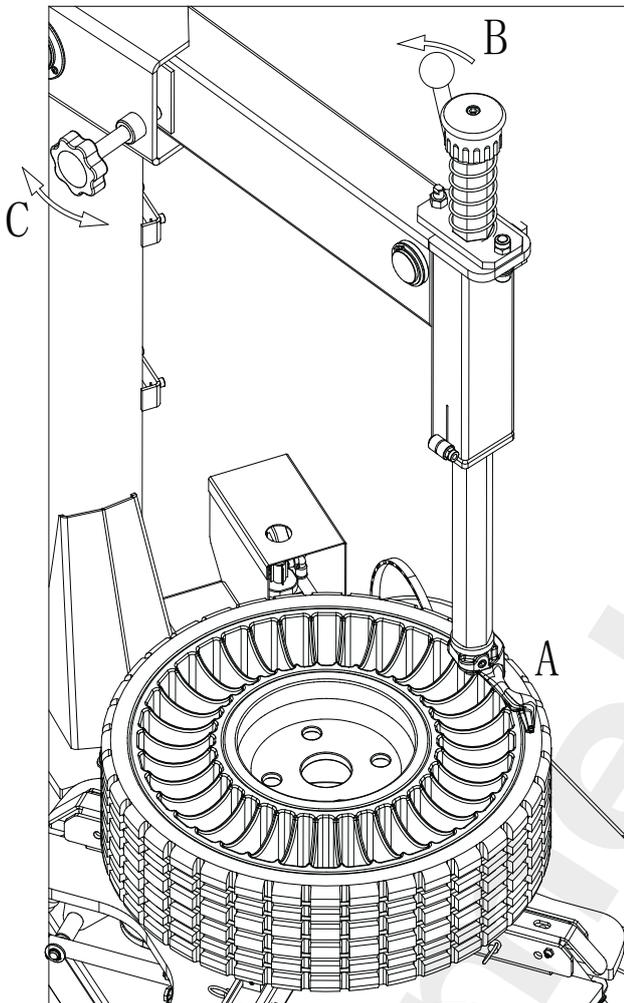
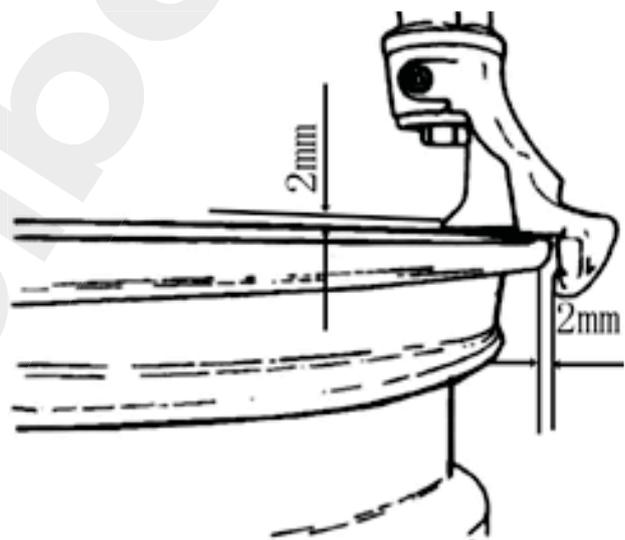

Рис. 10-6
Рис. 10-7
10.2.6 Переместите монтажную лапку к точке А диска (рис. 10-6). Смотрите величину зазоров между лапкой и диском на рис. 10-7. Поверните рычаг В против часовой стрелки, чтобы зафиксировать шестигранный шток, и вращайте маховик С, чтобы установить горизонтальную консоль в нужное положение.